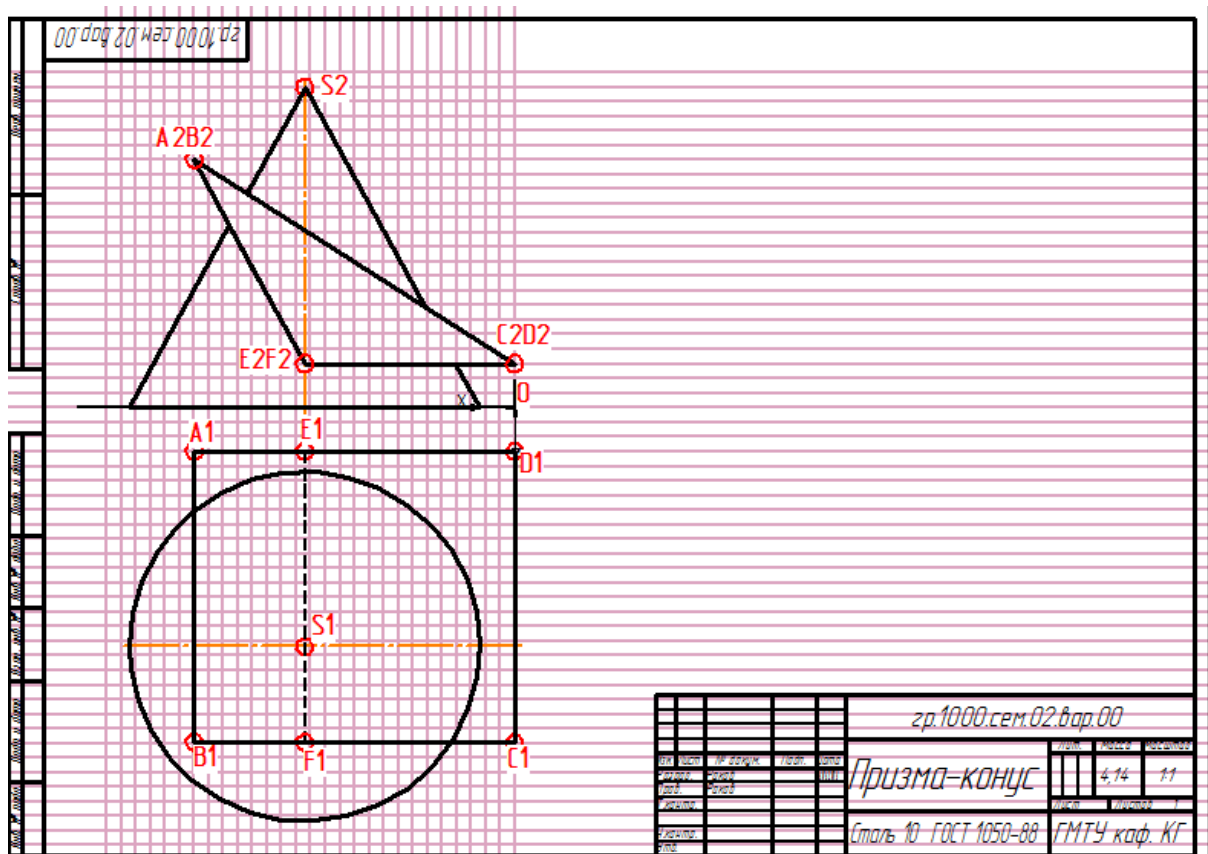

Рис. 2. Два вида призмы и конуса
— начертить по клеточкам вид спереди и сверху (рис. 2 и 3). Сохранить файл рис. 2.
- ➔ файл рис. 2;